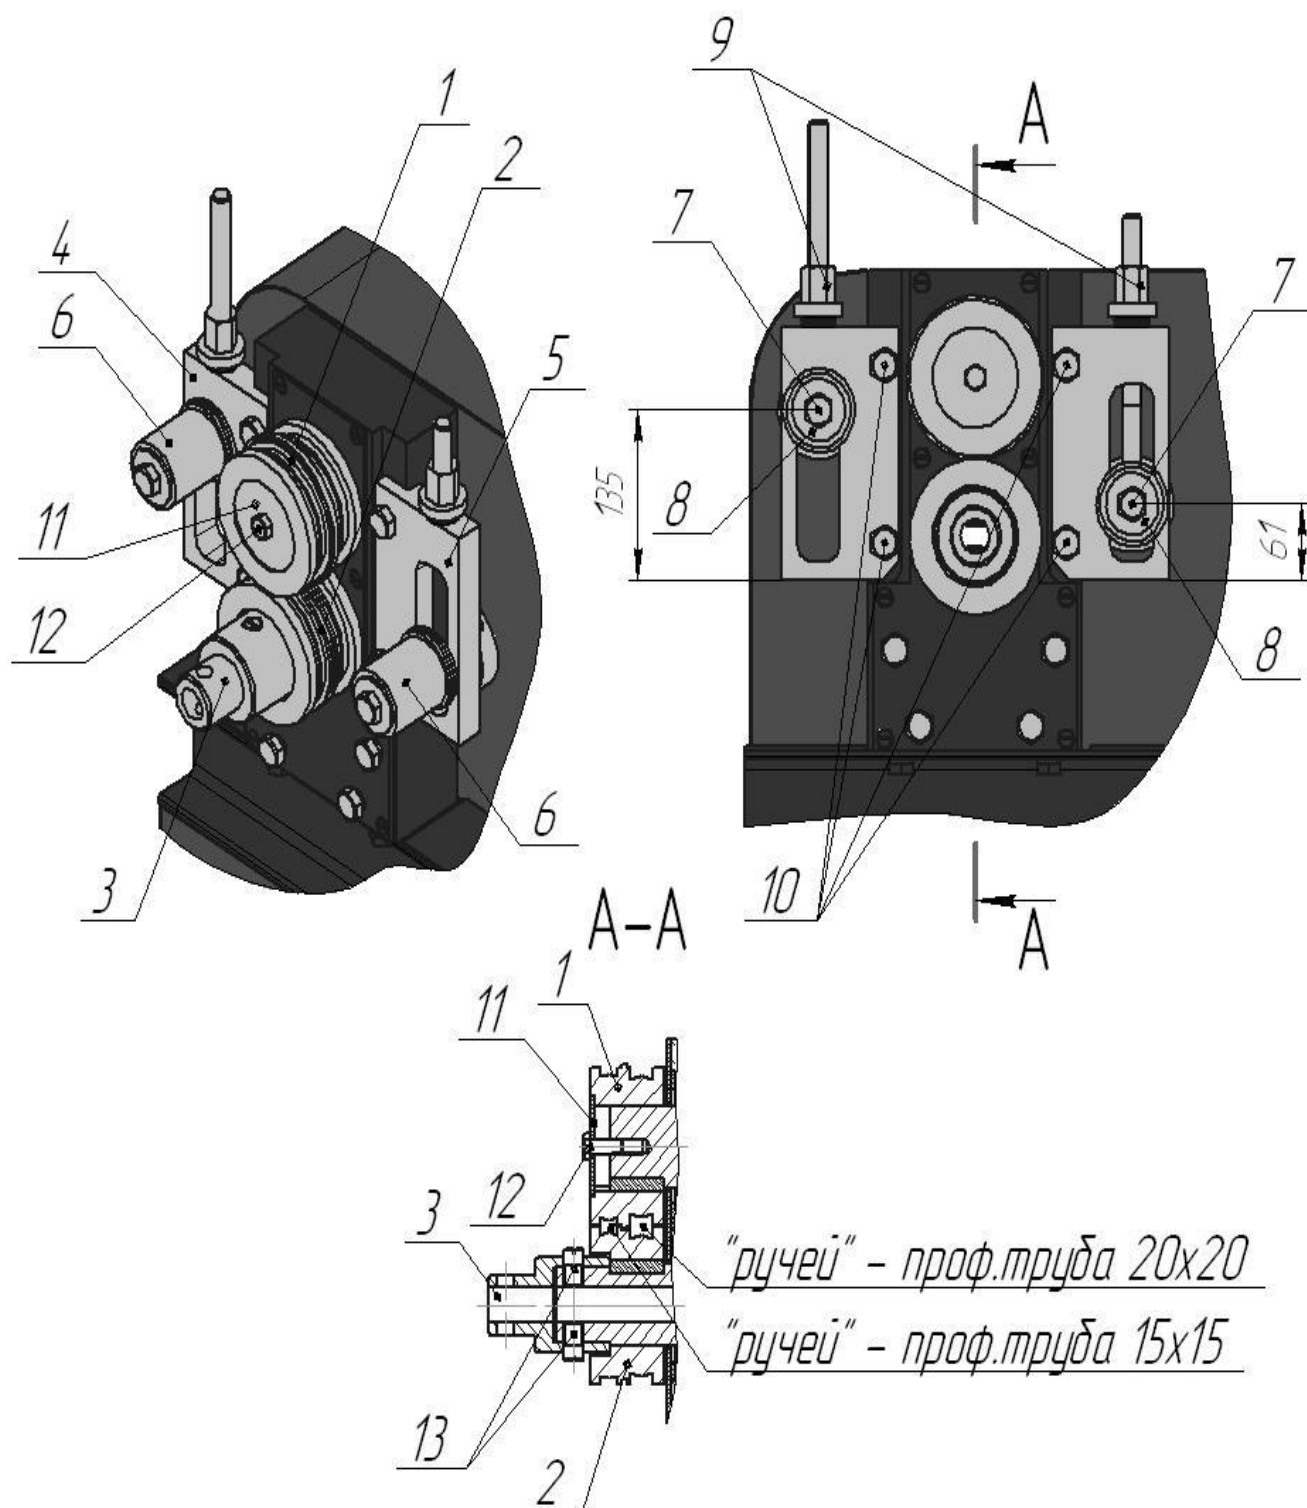

Рис.7 Монтаж дополнительных приспособлений для операции по усилению профильной трубы.
- 8.2.** Произвести монтаж дополнительных приспособлений рис.7.
8.4. Поместить заготовку в соответствующий «ручей» между валками рис.7.